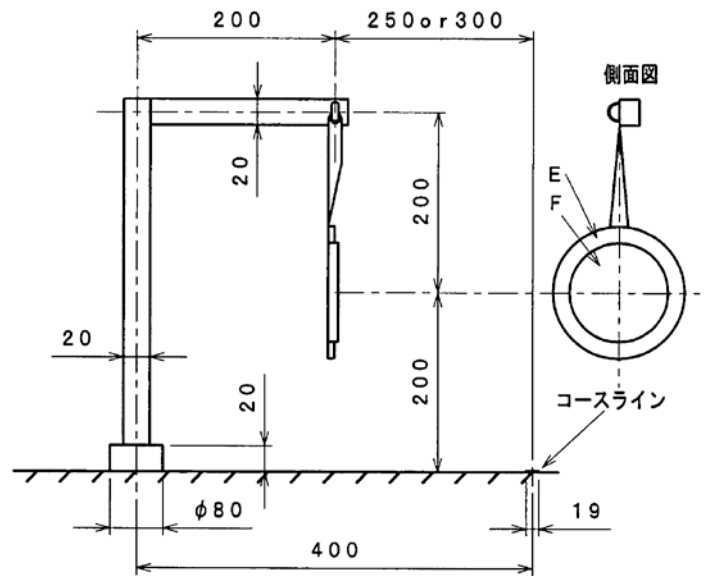

図3 平行標的の形状
- 3) ii) の平行標的は、図 3 のように円盤形で 2 種類とし、E 標的が直径 120 mm、F 標的が直径 90 mm とする。これら EF 標的の標的面はコースラインに対し平行になるように支持される。